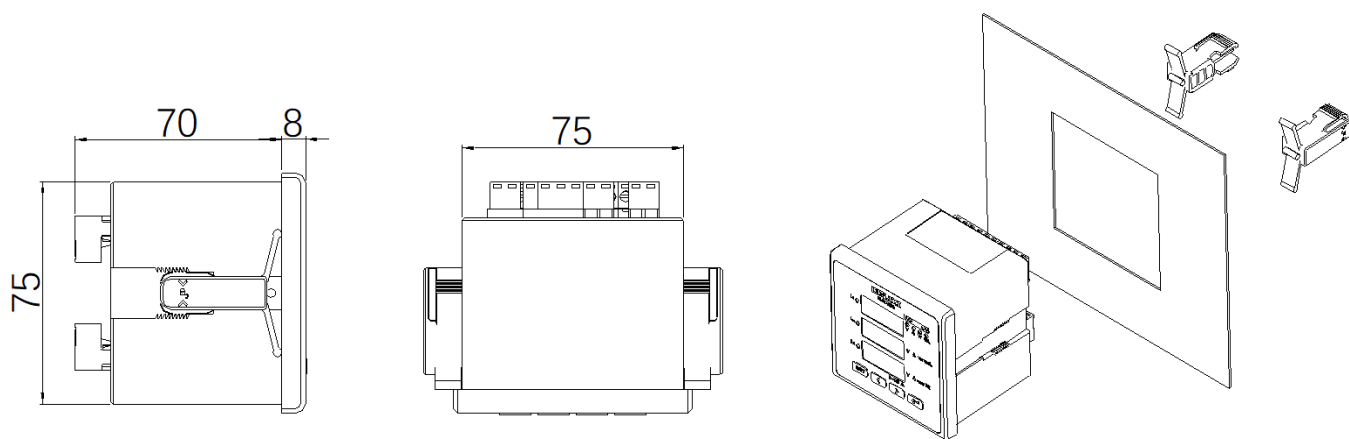

图 2
4.2 80×80 表型，面框尺寸(mm)：80×80 开孔尺寸(mm)：76×76 进柜体深度(mm)：70（见图 2）